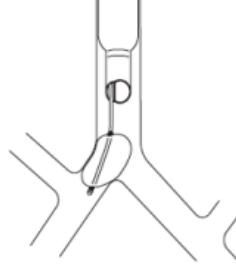

Fig.8
- 1) & 2) Ovenstående kan muligvis tilskrives det faktum, at blokeringsmarchetten er blevet løsnet i luftrørets lumen (herniation) og har indsnævret det (Fig. 8).
7. Hvis en herniering som beskrevet i Fig. 8 forekommer, kan hypoksæmi afhjælpes ved blot at tømme manchetten.